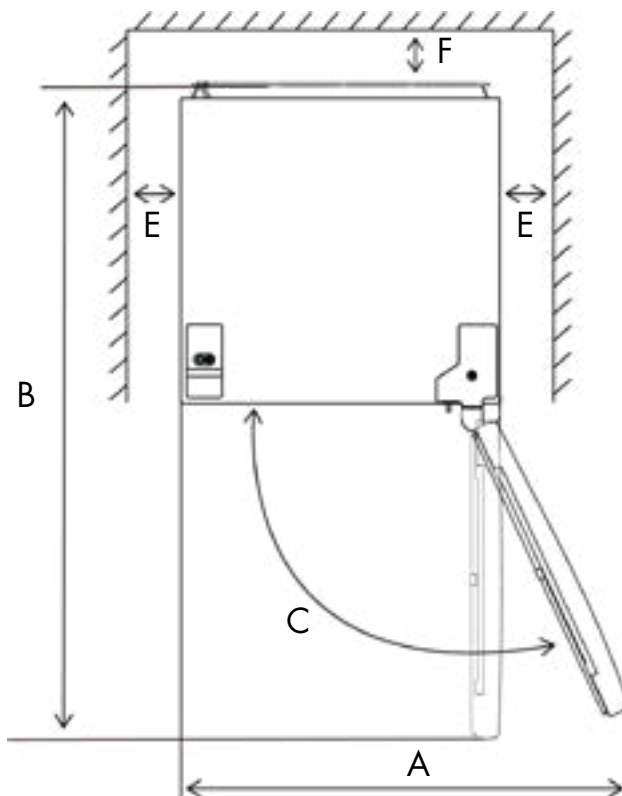

Abbildung 2: Draufsicht
- 1 und Abbildung 2 veranschaulichen lediglich den für das Gerät benötigten Platz.